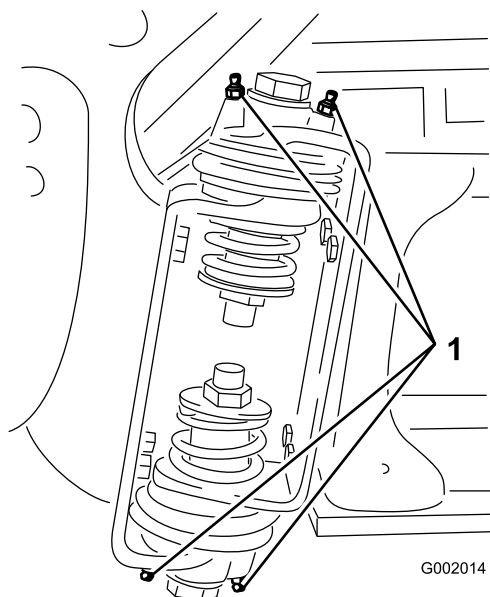

Figura 81
2. Bombée grasa en el cojinete o casquillo de cada punto de engrase **Figura 81**.